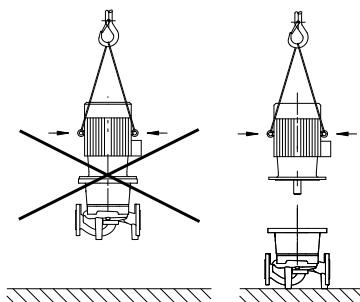

Fig. 8: Transport motora
- Transportne ušice na motoru su odobrene samo za transport motora, a ne cele pumpe (Fig. 8).